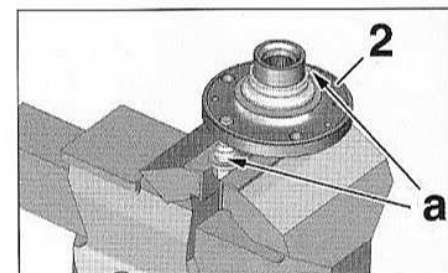

FIG.26
• Reposer deux vis de roue (a) sur le moyeu (2) et le placer dans l'étau, en prenant appui sur les plats des tête des vis (Fig.26).